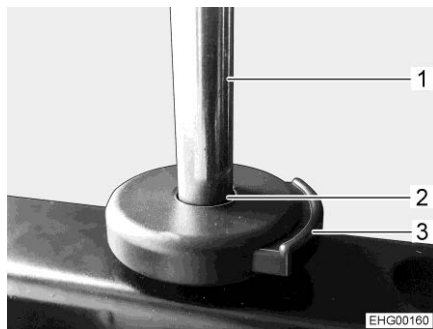

Fig. 20 Tasto di sblocco (poggiatesta)
- Premere il tasto di sblocco (Fig. 20,3).
- Infilare il supporto (Fig. 20,1) nella guida (Fig. 20,2).